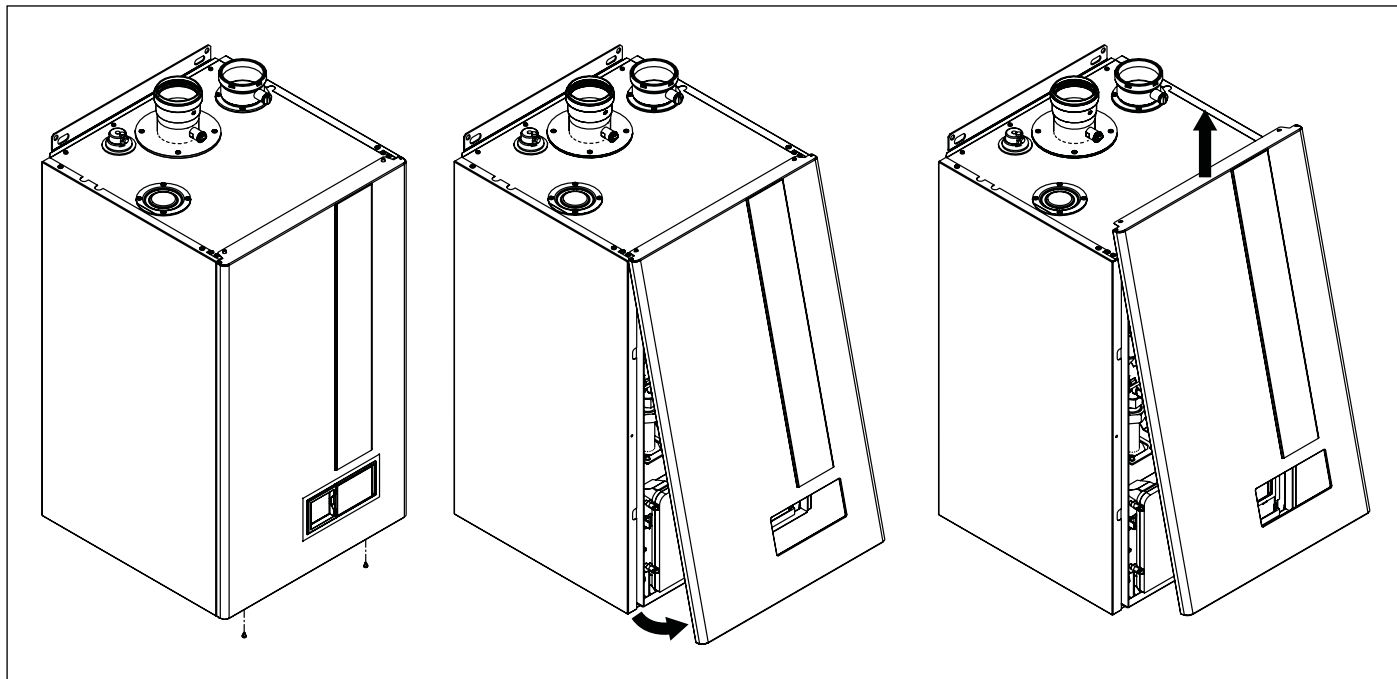

Рис. 31 Открытие облицовки
- Демонтируйте переднюю облицовку котла (см. Рис. 31 Открытие облицовки).